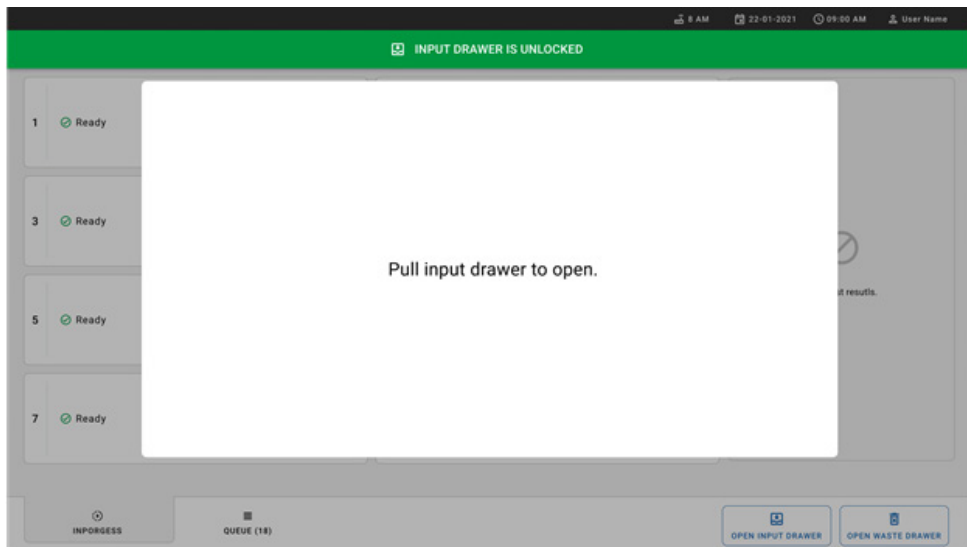

Figura 22. Caixa de diálogo Input drawer open (Abrir gaveta de entrada).
6. Quando solicitado, puxe a gaveta de entrada para abrir (Figura 22).